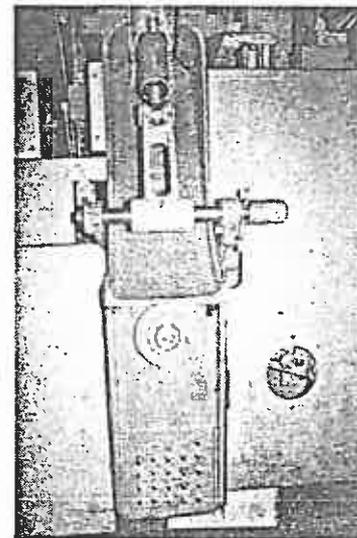

Bild 41
- Schmierleiste und Schmiernippel auf der Rückseite der Maschine (Bild 41),